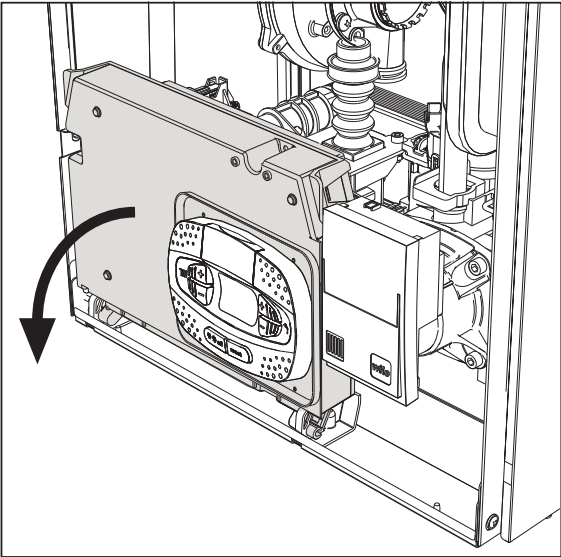
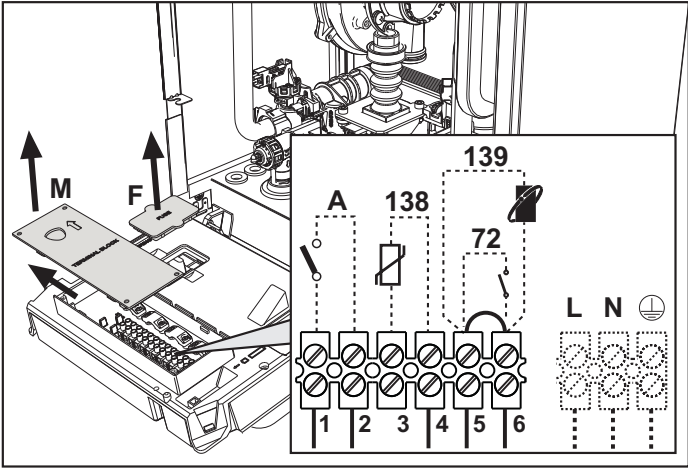

fig. 19
fig. 20
Tras quitar el panel frontal (*** 'Apertura del panel frontal' on page 32 ***), es posible acceder a la regleta de conexión (M) y al fusible (F) según las indicaciones siguientes (fig. 19 e fig. 20). Los bornes indicados en la fig. 20 deben tener contactos secos (no 230V). La posición de los bornes para las diferentes conexiones también se ilustra en el esquema eléctrico de la fig. 62.